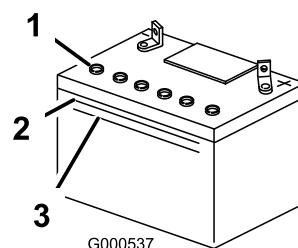

Figure 42
2. Observez le côté de la batterie. Le niveau de l'électrolyte doit atteindre le trait supérieur (Figure 42). Le niveau d'électrolyte ne doit pas descendre au-dessous du trait inférieur (Figure 42).
3. Enlevez les bouchons d'aération de la batterie (Figure 42)
4. Versez de l'eau distillée avec précaution dans chaque élément jusqu'au repère supérieur (Figure 42) sur le côté de la batterie.
5. Attendez cinq à dix minutes après avoir rempli les éléments. Au besoin, ajoutez de l'eau distillée pour amener le niveau jusqu'au repère supérieur sur le côté de la batterie (Figure 42).